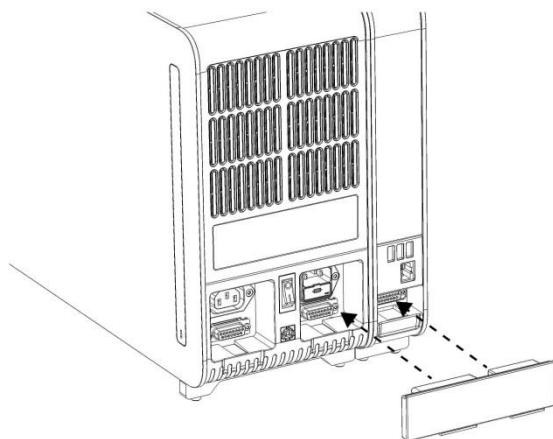

Рис. 5. Подсоединение моста для аналитического/рабочего модуля.
5. Подсоедините мост для аналитического/рабочего модуля на задней стороне QIAstat-Dx Analyzer 1.0, чтобы соединить рабочий и аналитический модули (рис. 5).